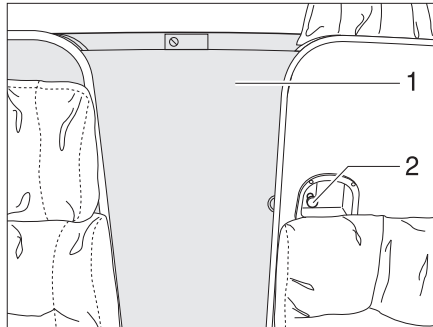
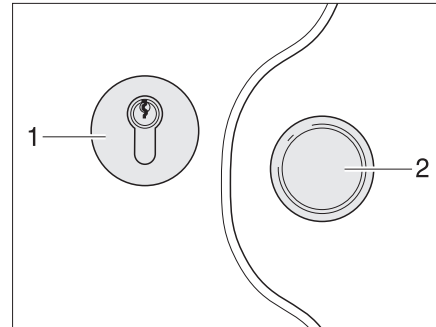

Fig. 55 Séparation pour la cabine de conduite
Fig. 56 Serrure de la cabine de conduite
- Déverrouiller la porte (Fig. 55,1) et la fermer.
- Faire tourner la poignée (Fig. 55,2) dans le sens inverse des aiguilles d'une montre jusqu'à ce que la porte soit verrouillée.
- Faire tourner la poignée (Fig. 55,2) dans le sens des aiguilles d'une montre jusqu'à ce que la porte soit déverrouillée.
- Ouvrir la porte (Fig. 55,1) et la verrouiller.
- Déverrouiller la porte (Fig. 55,1) et la fermer avec la poignée (Fig. 56,2).
- Insérer la clé dans le barillet (Fig. 56,1) et la tourner dans le sens des aiguilles d'une montre jusqu'à ce que la porte soit verrouillée.